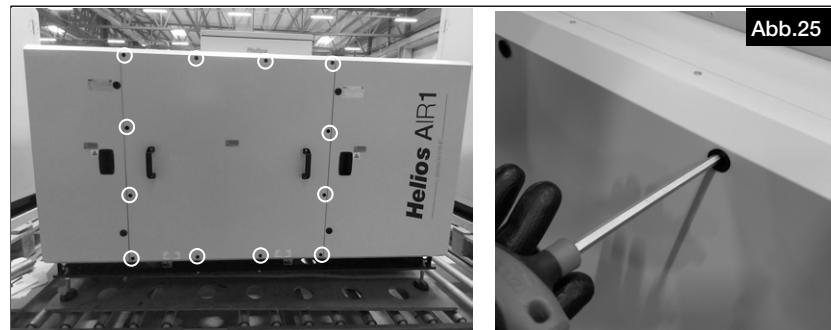

Abb.25
1. Die Servicetür öffnen (s. Abb.25).